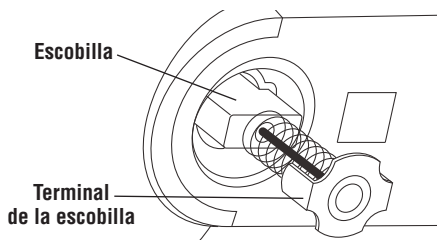

Figura 43. Escobilla del motor
3. Tire de la escobilla para sacarla (Figura 43). Repita la operación para el lado contrario.